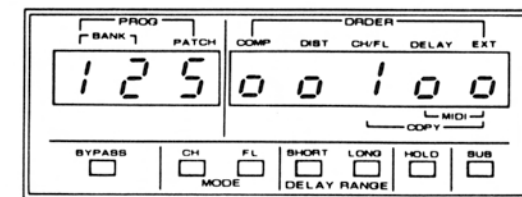

図4-05
- * CH/FLキー (2番) を押します。(図 4-05)
- * COMPキー (0番) を押します。(図 4-05)
- * DISTキー (1番) を押します。(図 4-05)
- * DLYキー (3番) を押します。(図 4-05)
- * EXTキー (4番) を押します。(図 4-05)